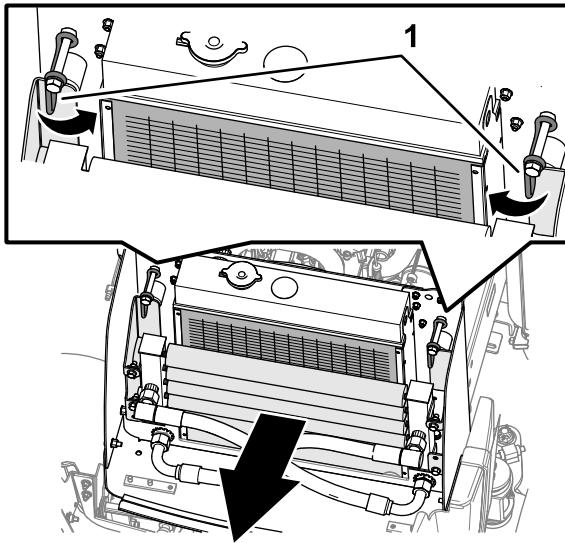
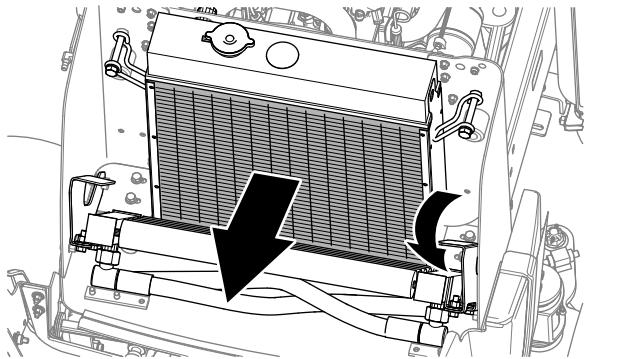

Figura 80
Figura 81
- Limpie el enfriador de aceite con aire comprimido a baja presión (3,45 bar) (Figura 80).
7. Gire hacia dentro los enganches del enfriador de aceite y gire el enfriador (Figura 80 y Figura 81).
8. Trabajando desde el lado del ventilador del radiador, elimine los residuos con aire comprimido a baja presión (3,45 bar) (Figura 81). Repita este procedimiento en la parte delantera del radiador y de nuevo desde el lado del ventilador. Limpie a fondo ambos lados del enfriador de aceite.